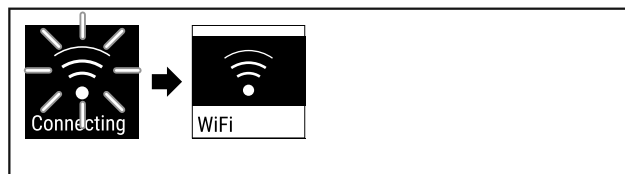

Fig. 90
- ▶ A kapcsolat létrejön (lásd Fig. 90) .